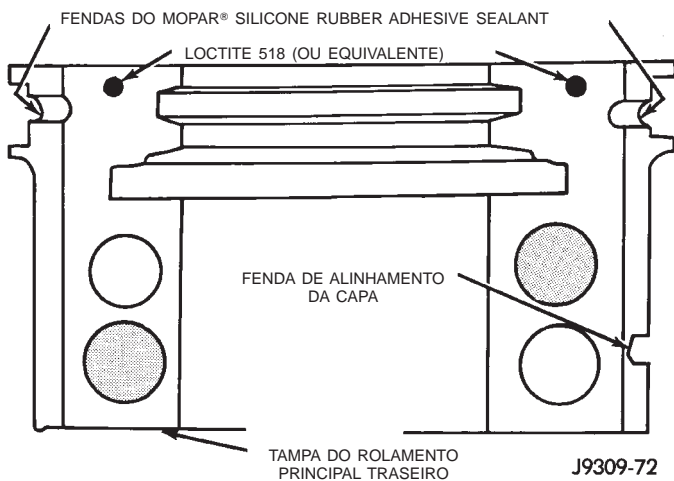
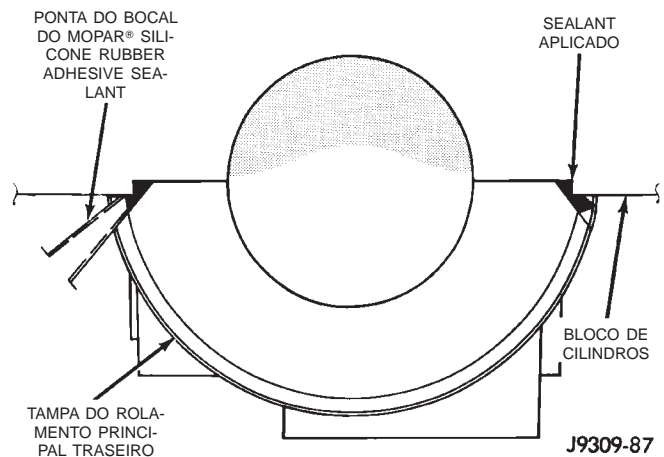

Fig. 58 Aplicação de Selante na Tampa de Rolamento
Fig. 59 Aplicação de Selante na Tampa de Rolamento à Gaxeta do Bloco
(1) Limpe a superfície conjugada da capa traseira do bloco de cilindros. Certifique-se de que o entalhe de vedação não contenha resíduos. Verifique se há rebarbas no orifício de óleo da superfície conjugada do bloco de cilindros à capa traseira.
(2) Lubrifique levemente as novas bordas de vedação superior com óleo do motor.
(3) Instale a nova vedação de óleo do rolamento traseiro superior com a pintura branca voltada à traseira do motor.
(4) Posicione o eixo de manivelas no bloco de cilindros.
(5) Lubrifique levemente as novas bordas de vedação inferior com óleo do motor.
(6) Instale a nova vedação de óleo do rolamento traseiro inferior na tampa de rolamento com a pintura branca virada em direção à traseira do motor.
(7) Aplique uma gota de 5 mm (0,20 pol.) de Loctite 518, ou equivalente, em cada lado da tampa de rolamento principal traseiro (Fig. 58). NÃO aplique selante em excesso ou deixe o selante em contato com a vedação de borracha. Monte a tampa de rolamento no bloco de cilindros imediatamente após a aplicação do selante.
(9) Limpe e lubrifique todos os parafusos da tampa. Instale todas as tampas de rolamento principal. Instale todos os parafusos da tampa e, alternadamente, aperte-os com um torque de 115 N·m (85 pés-lb.).
(10) Instale a bomba de óleo.
(11) Aplique Mopar® Silicone Rubber Adhesive Sealant, ou equivalente, na tampa de rolamento para bloquear a gaxeta para fornecer a vedação da tampa ao bloco e cárter de óleo. (Fig. 59). Aplique selante o suficiente até derramar um pouco. Remova o bocal e limpe o excesso de selante do entalhe de vedação do cárter de óleo.
(12) Instale uma nova vedação de óleo do eixo de manivelas dianteiro.
(13) Instale imediatamente o cárter de óleo.
(3) Gire a nova vedação superior no bloco de cilindros tomando cuidado para não raspar ou cortar a superfície externa da vedação. Para garantir uma instalação adequada, use a ferramenta de instalação fornecida com o kit. Instale a nova vedação com a pintura branca virada em direção à traseira do motor.
(4) Instale a nova vedação de óleo do rolamento traseiro inferior na tampa de rolamento com a pintura branca voltada à traseira do motor.
(5) Aplique uma gota de 5 mm (0,20 pol.) de Loctite 518, ou equivalente, em cada lado da tampa de rolamento principal traseiro. (Fig. 58). NÃO aplique selante em excesso ou deixe o selante em contato com a vedação de borracha. Monte a tampa de rolamento no bloco de cilindros imediatamente após a aplicação do selante. Certifique-se de que a pintura branca fique em direção à traseira do motor.
(6) Para alinhar a tampa de rolamento, use os parafusos da fenda da tampa, cavilha de alinhamento e tampa. NÃO remova o excesso de material após a montagem. NÃO bata a capa traseira mais de 2 vezes para o encaixe adequado.
(7) Instale a tampa de rolamento principal traseiro com parafusos da tampa limpos e lubrificados. Alternadamente, aperte TODOS os parafusos da capa com um torque de 115 N·m (85 pés-lb.).
(8) Instale a bomba de óleo.
(9) Aplique Mopar® Silicone Rubber Adhesive Sealant, ou equivalente, na tampa de rolamento para bloquear a gaxeta para fornecer a vedação da tampa ao bloco e cárter de óleo. (Fig. 59). Aplique selante suficiente até derramar um pouco. Remova o bocal e limpe o excesso de selante do entalhe de vedação do cárter de óleo.
(10) Instale imediatamente o cárter de óleo.
(1) Limpe as superfícies conjugadas da tampa principal traseira, incluindo o entalhe da gaxeta do cárter de óleo.
(2) Instale com cuidado uma nova vedação superior. Consulte acima o "Procedimento de Substituição de Vedação Superior - Eixo de Manivelas Instalado".
(3) Lubrifique levemente as novas bordas de vedação inferior com óleo do motor.
(4) Instale a nova vedação de óleo do rolamento traseiro inferior na tampa do rolamento com a pintura branca voltada para a traseira do motor.
(5) Aplique uma gota de 5 mm (0,20 pol.) de Loctite 518, ou equivalente, em cada lado da tampa de rolamento principal traseiro (Fig. 58). NÃO aplique selante em excesso ou deixe o selante em contato com a vedação de borracha. Monte a tampa de rolamento no bloco de cilindros imediatamente após a aplicação do selante.
(7) Instale a tampa de rolamento principal traseiro com parafusos da tampa limpos e lubrificados. Alternadamente, aperte os parafusos da capa com um torque de 115 N·m (85 pés-lb.).
(9) Aplique Mopar® Silicone Rubber Adhesive Sealant, ou equivalente, na tampa de rolamento para bloquear a gaxeta para fornecer a vedação da tampa ao bloco e cárter de óleo. Aplique o selante suficiente até derramar um pouco. Remova o bocal e limpe o excesso de selante do entalhe de vedação do cárter de óleo.